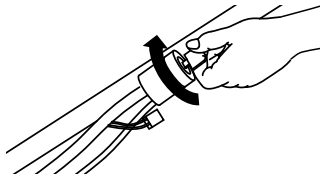
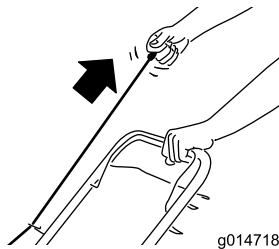

Bild 16
Bild 17
2. Stecken Sie den Schlüssel in den Elektrostart und drehen Sie ihn (nur Modell mit Elektrostart, siehe Bild 16) oder ziehen Sie am Rücklaufstartergriff (Bild 17).